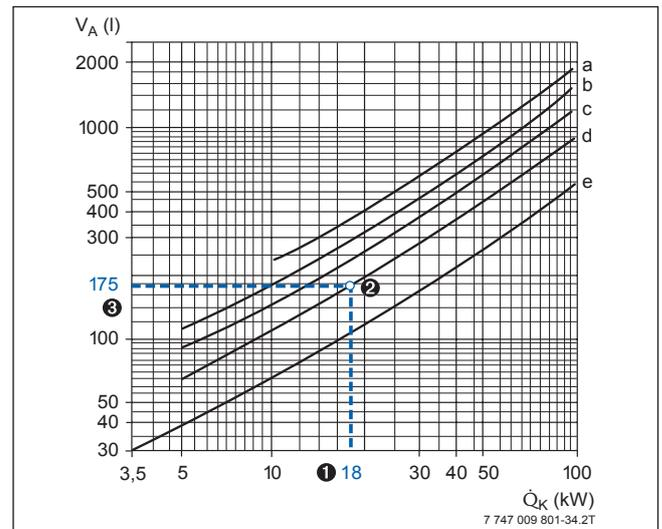

Bild 14 Anhaltswerte für den durchschnittlichen Wasserinhalt von Heizungsanlagen (nach ZVH-Richtlinie 12.02)
In Abhängigkeit von verschiedenen Parametern der Heizungsanlage lässt sich das Anlagenvolumen aus Bild 14 ablesen.
- ● Gesamtwasserinhalt der Heizungsanlage = 175 Liter (→ Bild 14, Kurve d)
Das nach Punkt 3 in Bild 14 abgelesene Anlagenvolumen muss kleiner sein als das maximal zulässige Anlagenvolumen. Wenn das nicht zutrifft, ist ein größeres Ausdehnungsgefäß zu wählen.
- ● Erforderlich ist ein AG mit 12 Litern Inhalt, weil dafür das nach Bild 14 ermittelte Anlagenvolumen kleiner als das maximal zulässige Anlagenvolumen ist.